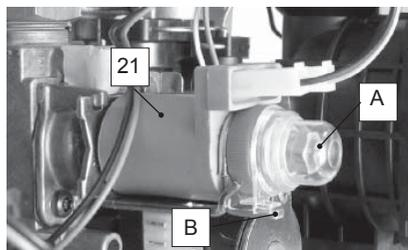

Fig. 7.3
- Rimuovere il tappino di protezione "A" dell'operatore modulante 21 in Fig. 7.3 ruotandolo in senso orario per liberarlo dal fermo "B" e facendo leva con un cacciavite piatto nella scanalatura.
- Rimontare il tappino di protezione "A" Fig. 7.3
- Chiudere la presa di pressione 20 in fig. 7.3